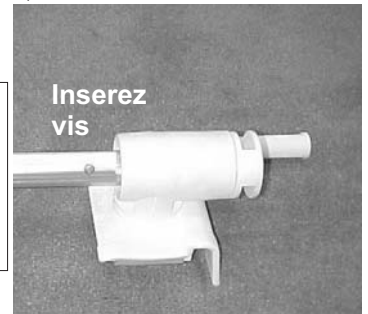

Fig. 7
- Fixez chaque extrémité à l'aide d'une vis autopercuse à 2,5 cm (1") de l'extrémité des tubes et ce, aux DEUX extrémités (voir Fig. 7).